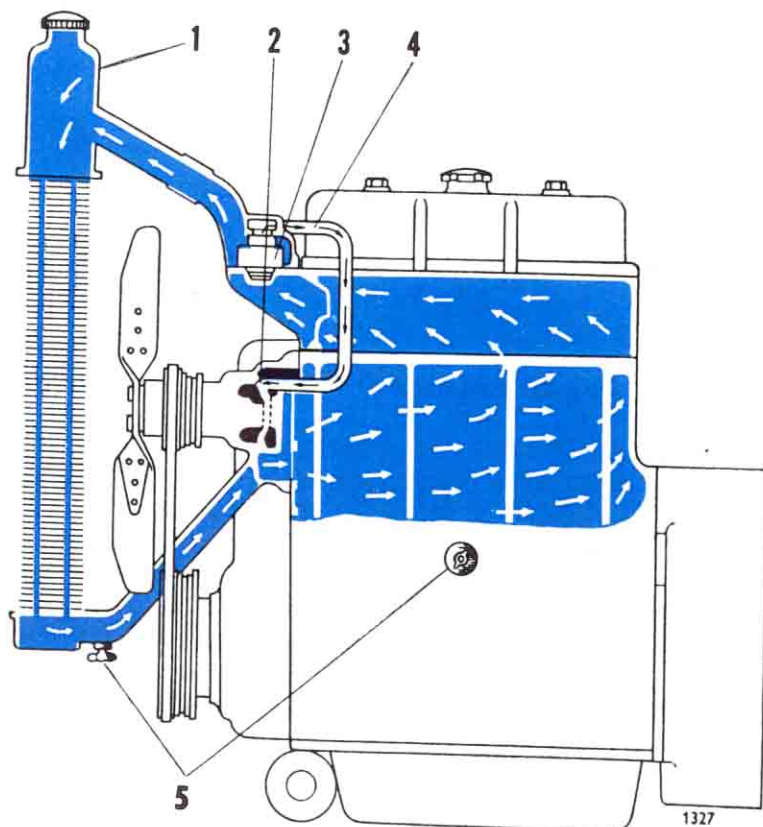

Fig 9.
Motorn är vätskekyld och kylvätskans cirkulation sköts av en centrifugalpump, som är monterad i motorns framända och drivs med kilrem från vevaxelns remskiva. Pumpen suger kylvätskan från kylarens nedre del och trycker den in i cylinderblocket. Där kyler den först cylinderfodren och passerar sedan genom kanaler till cylinderlocket, där i första hand ventilsäten och spridare kylls. Den upphettade kylvätskan leds via termostaten (3), tillbaka till kylaren (1), se fig 9, och passerar sedan genom kylarens cellsystem och kylls av luften som sugas av fläkten genom kylaren.
Så länge kylvätskan är kall, håller termostaten kanalen till kylaren stängd och kylvätskan går i stället genom förbiledningen direkt tillbaka till pumpens sug sida. Fig 9 visar schematiskt denna ledning. I verkligheten är ledningen en särskild kanal i cylinderlocket och cylinderblocket. När kylvätskan är avstängd från kylaren, uppvärms den hastigt till ca 75° C. Termostatens huvudpassage börjar då öppna. Vid ca 85° C är den helt öppen. Termostaten är dimensionerad för att hålla temperaturen vid ca 80° C, som är motorns lämpligaste arbetstemperatur.